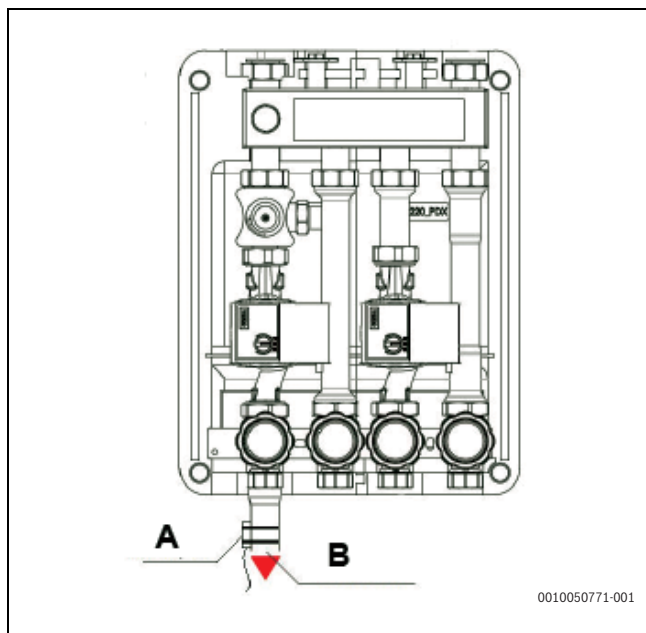

Fig. 115 Placering af Tw2-temperaturføleren
Placér Tw2-temperaturføleren (inkluderet i sættet) T1BX - T1B30X (leveres separat) i lavtemperaturzonens forsyningsrør (→ fig. 115) ved hjælp af rørklemmerne.
Følg anvisningerne → fig. 115
- ▶ Forbindelse af indsatserne (2 eller 3 i T-kassemodellens funktion), (→ fig. 115).